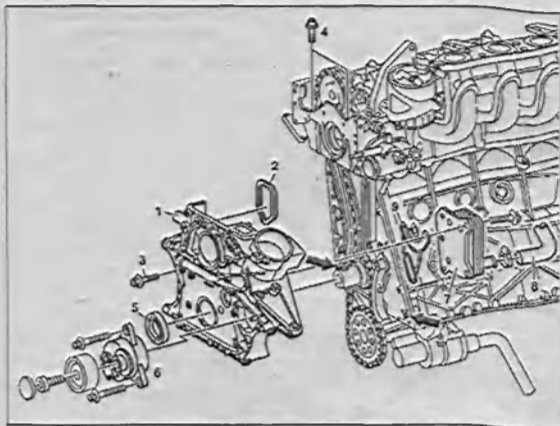

Рис. 3.8. Снятие и установка крышки ГРМ:
14. Отсоедините патрубков 8 от масляного радиатора (рис. 3.8).